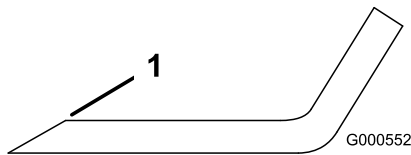
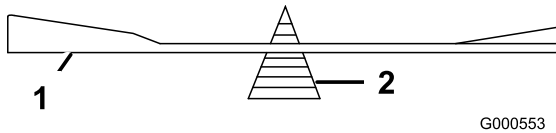

Figura 47
Figura 48
1. Affilate i taglianti da entrambe le estremità della lama con una lima (Figura 47). Rispettate l'angolazione originale. La lama conserva il proprio equilibrio
2. Controllate l'equilibrio della lama posizionandola su un bilanciatore (Figura 48). Se la lama rimane in posizione orizzontale, è bilanciata e può essere utilizzata. Se la lama non è bilanciata, limate del metallo soltanto dalla costa (Figura 47). Ripetete la procedura finché la lama non è perfettamente bilanciata.